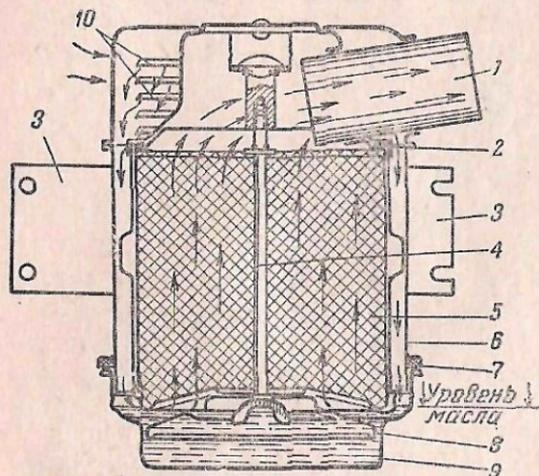

Рис. 33. Воздухоочиститель:
Тяга кнопки воздушной заслонки закреплена на пластине 36 (рис. 33) привода, связанной с рычагом 35 воздушной заслонки пружиной 34. Действие привода воздушной заслонки объяснено при описании работы карбюратора.
- отвернуть винт 42 (рис. 33) крепления тяги в шарнире пластины 36 и вынуть конец тяги из шарнира;